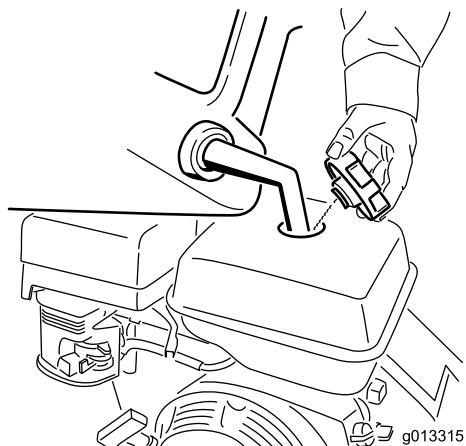

Figure 12
3. Nettoyez la surface autour du bouchon du réservoir de carburant et enlevez le bouchon (Figure 12).